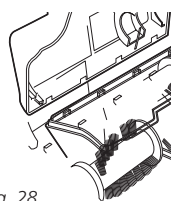

Fig. 28
- 3 Pour réassembler, insérez les onglets situés dans le coin supérieur du couvercle inférieur dans les orifices correspondants situés sur la partie supérieure et inclinez-le jusqu'à ce qu'il s'enclenche en place. (Fig. 28)